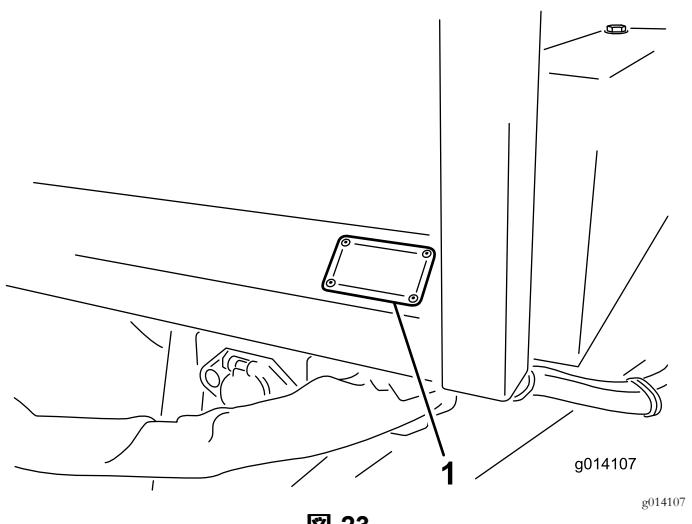

図 23
14. デカル136?-7585を、バッテリー正面の規制表示デカルの隣に貼り付ける図 23。